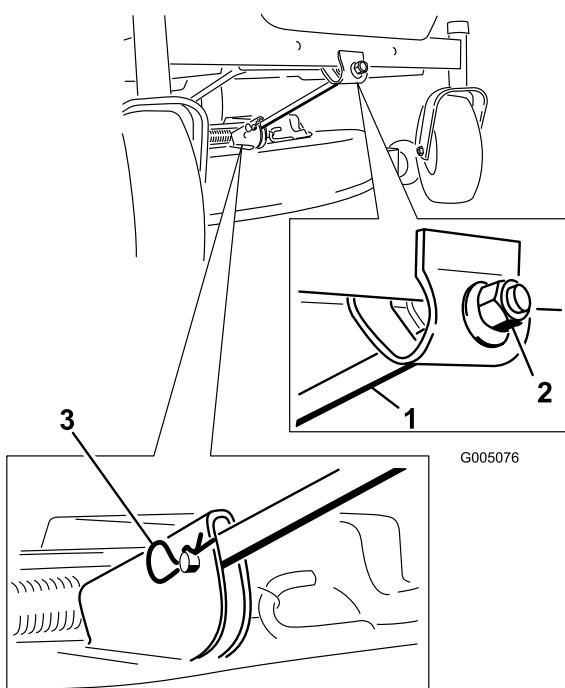

Bild 47
- Entfernen Sie den Splint und den Lastösenbolzen von der vorderen Stützstange (Bild 47). Lassen Sie die Vorderseite des Mähwerks vorsichtig auf den Boden ab.
6. Befestigen Sie die vordere Stützstange mit den Lastösenbolzen und Splints am Mähwerk (Bild 47).